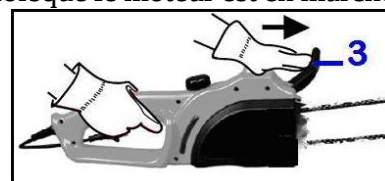

Fig.8
1. Tenez la tronçonneuse **solidement** et **fermement** par les poignées avant (11) et arrière (7).
3. Appuyez sur le protège main (3) vers l'avant (fig.8). Cela devrait entraîner l'arrêt immédiat de la chaîne et du moteur.